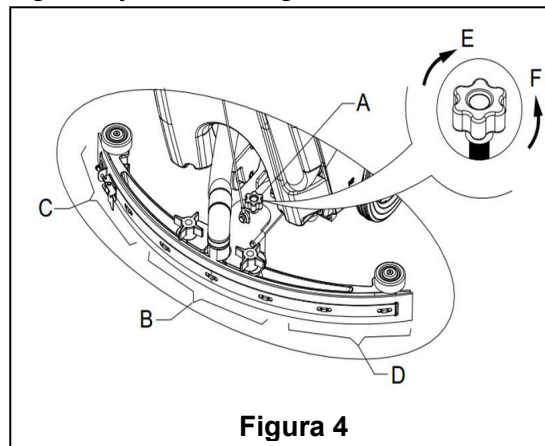

Figura 4
9. Monte la escobilla de goma y ciérrela bien mediante el mango (16). A continuación conecte el tubo de vaciar los residuos (11) con la escobilla de goma.
10. Ajuste la escobilla de goma a través de la palanca de ajuste (A) (véase la **Figura 4**).